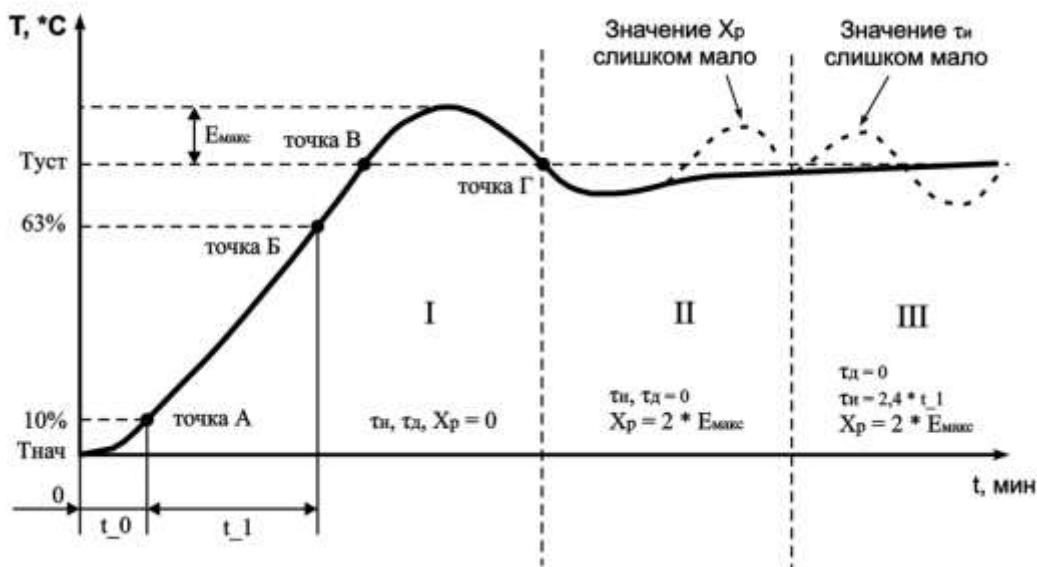

Рисунок 7.1 - Ручная настройка ПИД-регулятора
7.2.5.2.3 Установить значение параметра  $CH 1 = 3$  ( $CH 2$ ,  $CH 3$ ,  $CH 4$ ). После нажатия кнопки , на индикаторе отобразится мигающая надпись “ $P\bar{c}d$ ” с соответствующим индикатором номера настраиваемого канала в течении времени 10 сек (время может меняться в зависимости от установленного времени фильтра  $F\bar{c} 1$ ,  $F\bar{c} 2$ ,  $F\bar{c} 3$ ,  $F\bar{c} 4$ ). По окончании времени регулятор выдаст непрерывный максимальный выходной сигнал и на дисплее отобразится текущая температура с точкой в младшем разряде “xxx.”. В результате чего выходное реле нагрузки будет включено до тех пор, пока не будет достигнута величина температуры равная  $SP$  ( $T_{уст}$ ). После выключения реле нагрузки (стадия I, точка В на рисунке 7.1) некоторое время температура по инерции будет продолжать увеличиваться. Как только контролируемая температура опустится ниже  $SP$  ( $T_{уст}$ ), процесс автонастройки заканчивается (точка Г рисунок 7.1), на дисплее отображается непрерывная надпись “ $P\bar{c}d$ ”. TP-101 вычисляет коэффициенты ПИД регулятора: полосу пропорциональности  $X_p$ , постоянную времени интегрирования  $\tau_i$ , постоянную времени дифференцирования  $\tau_d$ . После окончания автонастройки необходимо нажатием кнопки  перевести прибор в режим программирования, в котором можно посмотреть и скорректировать полученные значения коэффициентов.
7.2.6.3.6 Измерить максимальное значение перерегулирования между точками В и Г ( $E_{\text{макс}}$ , рисунок 7.1).